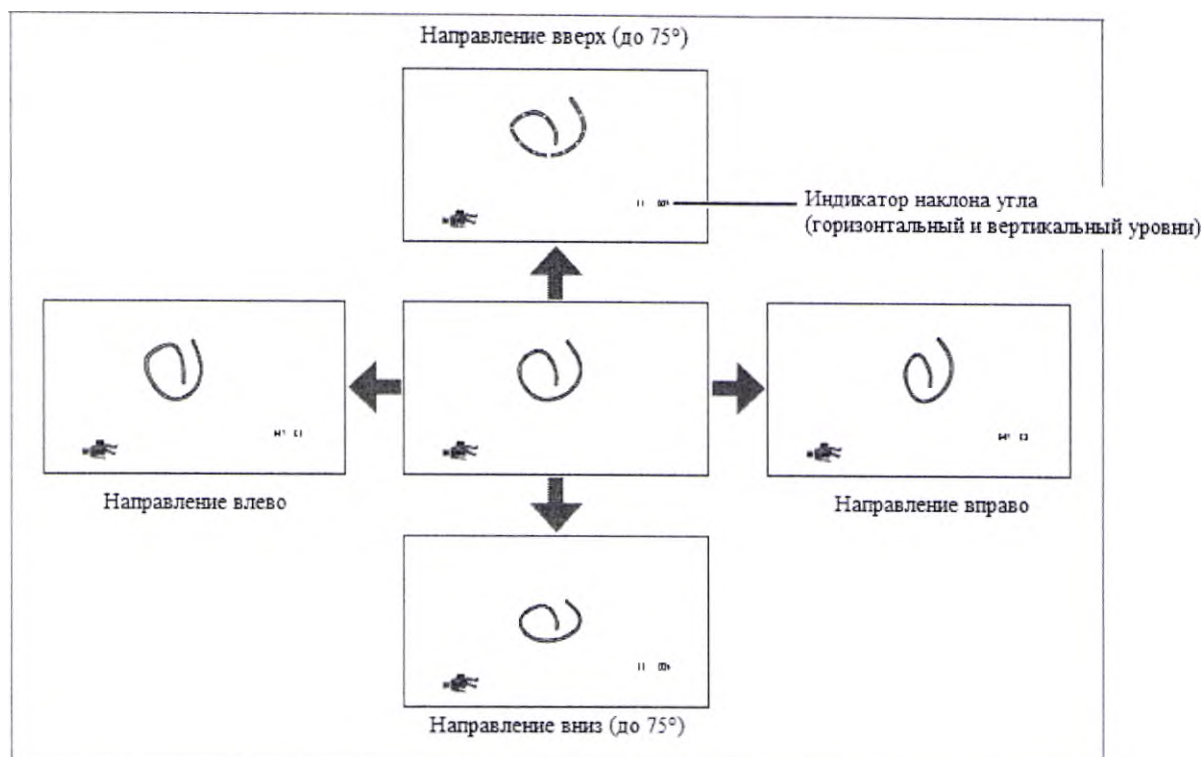

Рисунок 5.5
- Угол обзора эндоскопа изменится (см. рисунок 5.5).